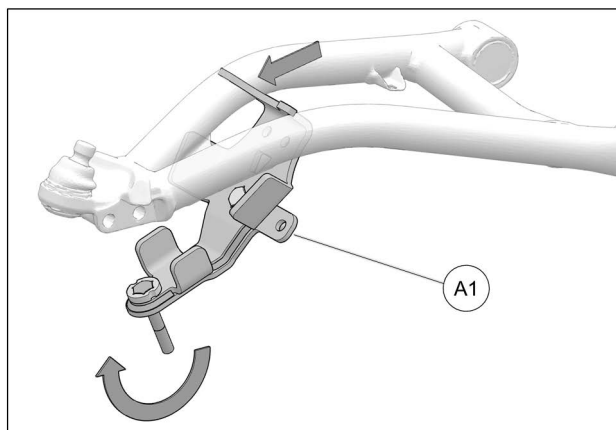

Fig. 16
7. Pivoter l'ancrage (**A1**) vers le haut tout en le glissant vers l'avant jusqu'à la position désirée sous le bras de suspension. Voir la Fig. 16